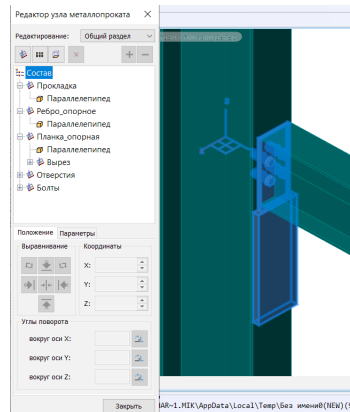

Рис. 8. Вставка в узел фасонных деталей
- 3) создать узел с помощью *Редактора узла* — с расстановкой фасонных деталей, образованных из 3D-примитивов (рис. 8).